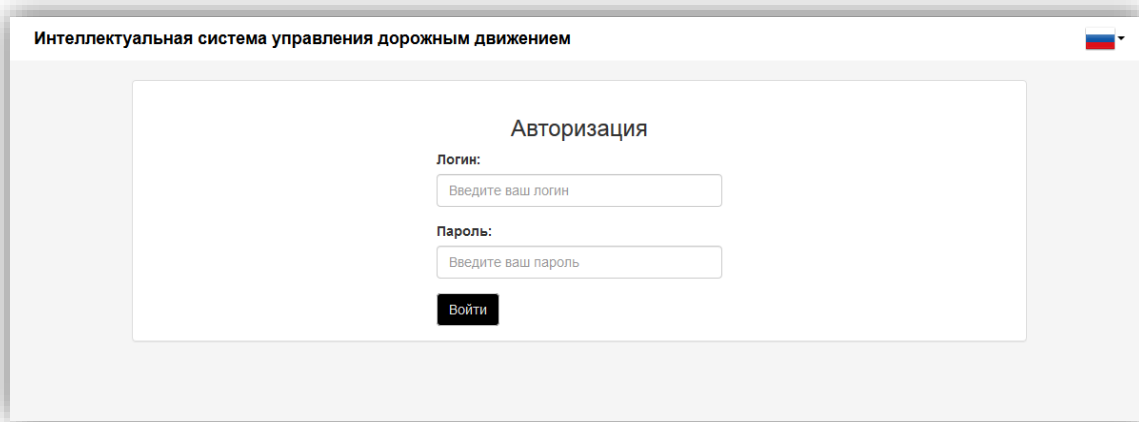

РИСУНОК 47
3. Запустить на компьютере любой Web-браузер и зайти на Web-страницу контроллера. Для этого надо ввести в адресной строке Web-браузера IP адрес контроллера: 192.168.0.1 (см. Рисунок 47).